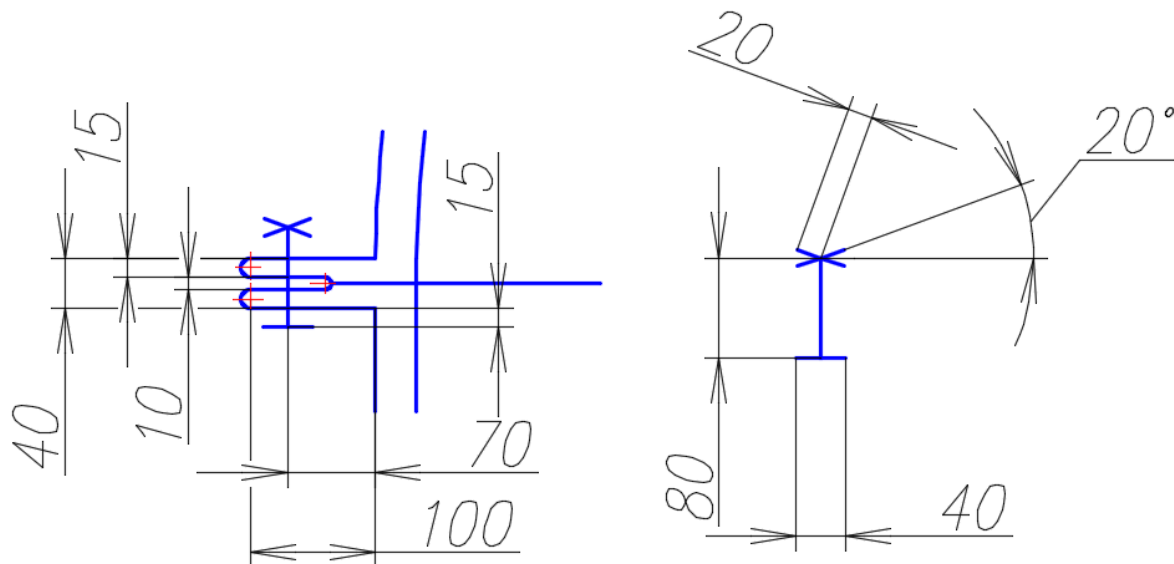

Рис. 90. Схема соединения фланцев крышки и корпуса
3.3. Выполнить крепление крышки с корпусом абсорбера по данным на рис. 90 размерам с помощью команд **Отрезок**, **Смещение**, **Сопряжение**, объектная привязка **Смещение**, полярное отслеживание 20° , **Удлинить**, **Обрезать**.